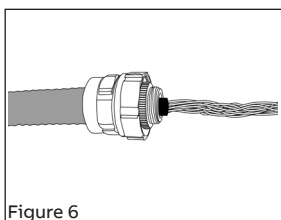

Figure 6
- Couper la gaine intérieure (à une longueur de 1/8"-3/8") pour exposer les conducteurs (Figure 6). Se référer à la section 2 pour la préparation des câbles de données blindés.